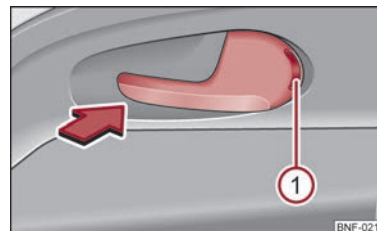

Bild 11 Dörröppnarhandtag
- Tryck dörröppnarhandtaget i pilens riktning, så att den röda markeringen **(1)** ⇒ bild 11 blir synlig.
- Öppna dörren genom att en gång dra i dörröppnarhandtaget motsatt pilens riktning ⇒ bild 11.